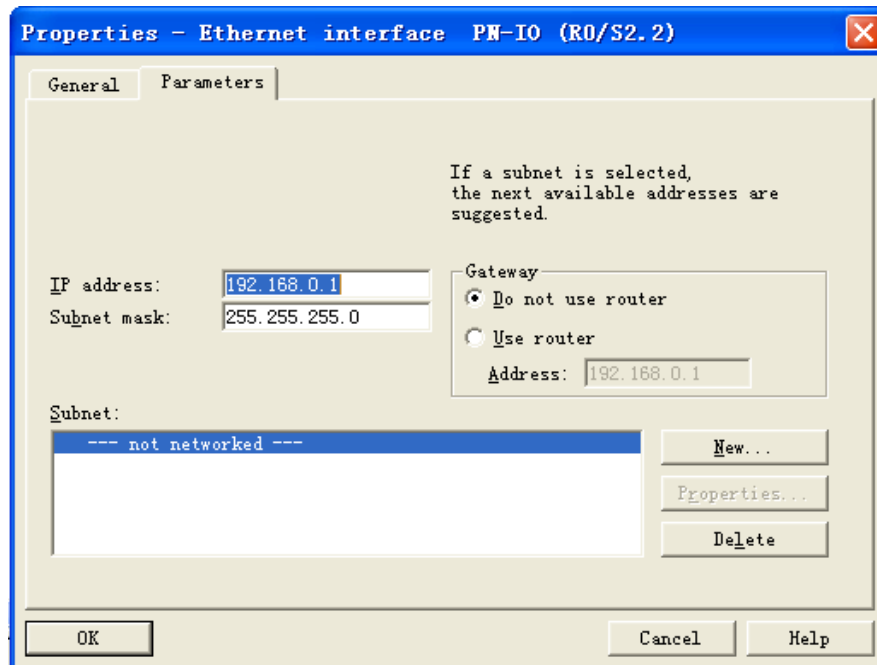

图 2.1.7 以太网配置界面
(7)、双击该 CPU，会弹出以太网配置界面，如图 2.1.7 所示。